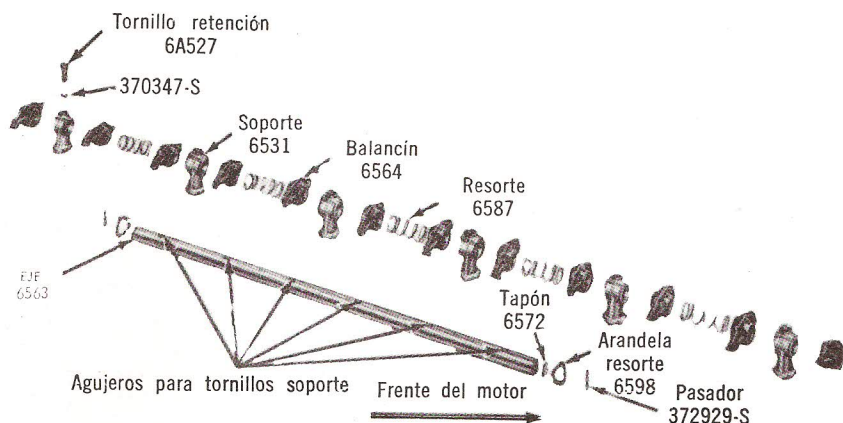

Fig. 8 — Componentes de Eje de Balancines.
4. Instale los balancines, los soportes y los resortes en el orden que se ilustra en la Fig. 8. **Asegúrese que los agujeros para el aceite en el eje queden hacia abajo. Acabe de armar instalando la arandela de presión y el pasador restantes.**